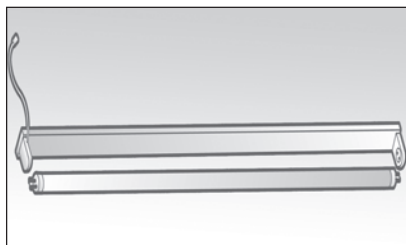

Fig. 2
- Retire a lâmpada (**fig.2**) e instale uma similar (fluorescente de no máximo 20 W, 12 v, 21x80).